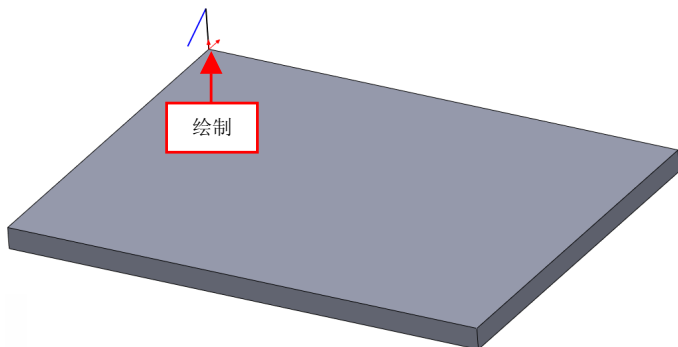

图 9-13 绘制草图对象
(4) 进入草图绘制环境，单击【直线】按钮，在绘图区中，绘制相应的草图对象，如图 9-13 所示。